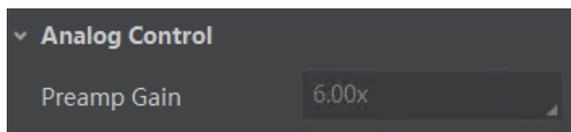

图10-34 模拟增益设置
- *Preamp Gain*：通过 *Analog Control* 属性下的 *Preamp Gain* 参数进行设置，可查看当前相机支持的模拟增益大小，如图 10-34 所示。